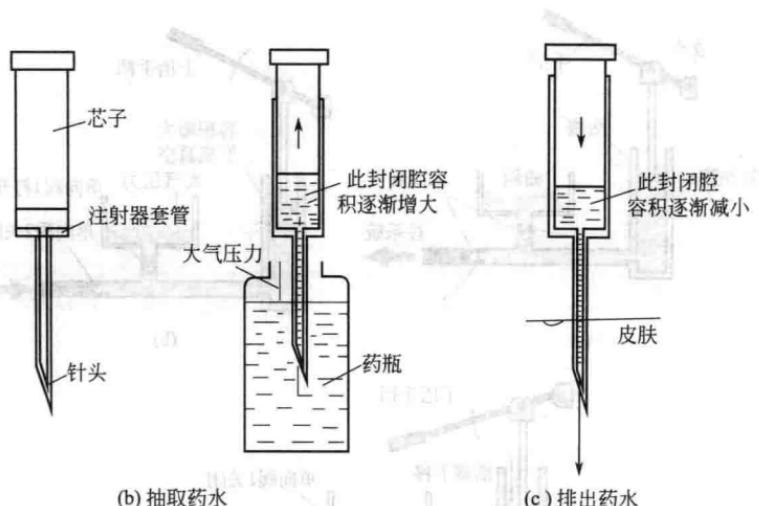

图 1-3 液压泵的工作原理与人打针比较
(1) 液压泵的工作原理与人打针的情况相同
① 喝果汁相当于泵的吸油 [图 1-3(a)]。
到下端 [图 1-3(b)]。将针头插入装有注射液的瓶中，把芯子往上拉时，套管下端的封闭空腔的容积逐渐增大，于是该封闭腔内便形成一定的真空度，这时作用在注射液药瓶液面上的大气压力便把注射液压入到注射器内，产生“吸”液作用。
肤内 [图 1-3(c)]。